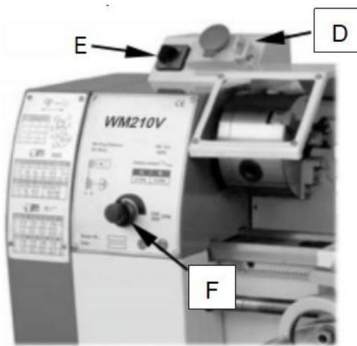

Fig. 9
1. Nödläge: Knapp ON.OFF-omkopplare (D, Fig. 9)
2. Omkopplare (E, Fig. 9)
3. Omkopplare för variabel hastighet (F, Fig. 9)